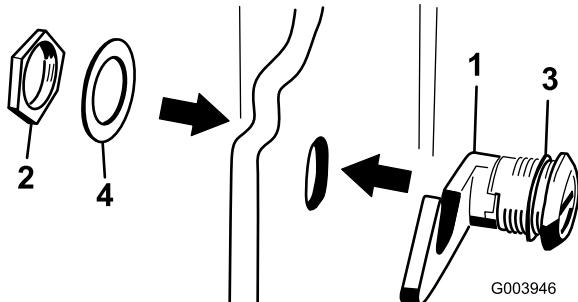

Рисунок 16
3. Отверните гайку с узла заплечки капота (Рисунок 16).
4. Снаружи капота вставьте конец защелки с крюком через отверстие в капоте. Убедитесь, что резиновая уплотнительная шайба осталась на наружной стороне капота (Рисунок 16).